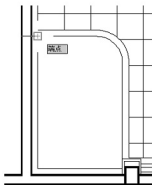

图 4.76 选择新原点
② 单击【单击选择新原点】按钮, 选择如图 4.76 所示部位为图案填充的新原点。